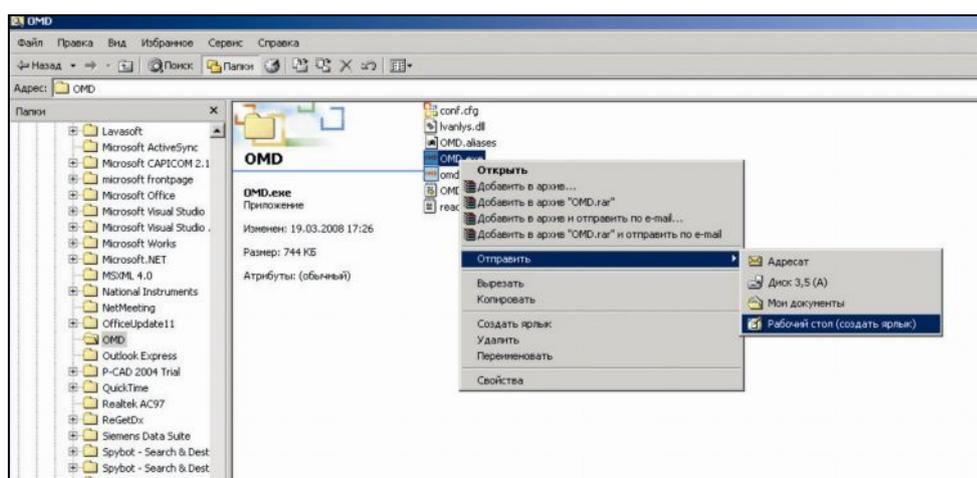

Рис. 7 Инсталляция ПО
- выделить файл VEX.exe и создать на рабочем столе ярлык для вызова программы (рис.7).